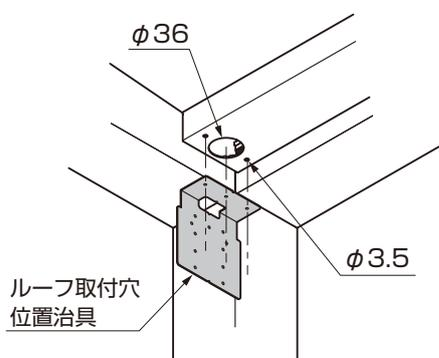

図11-20 A部詳細図
- ルーフ取付穴位置治具の折り曲げ部を樋の入隅部に突き当てると正確に位置出しができます。（図11-20参照）